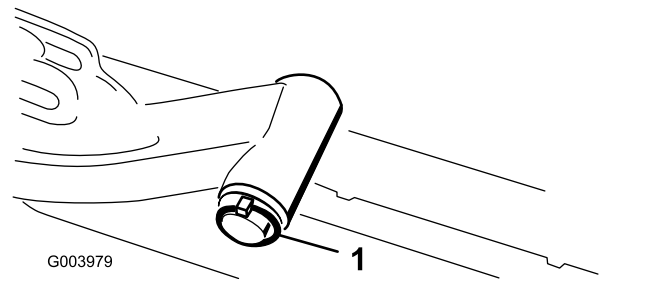

Figura 8
eje pivotante fuera del brazo de elevación (Figura 8).
C. Introduzca el eje del brazo de elevación en el brazo de elevación y fíjelo con la arandela y el pasador de seguridad (Figura 8).